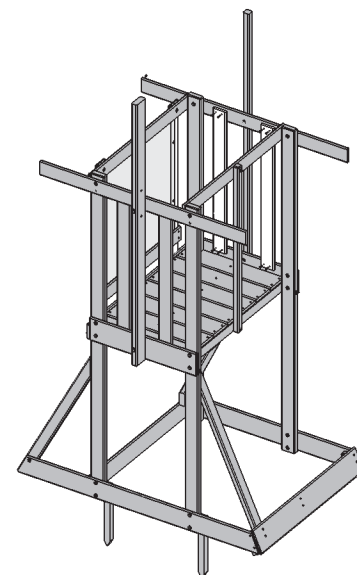

Abb. 17.3
**B:** Befestigen Sie an der gegenüberliegenden Wand links und rechts des (2783) senkrechten Balkens für die Dachplane je ein (0304) Brüstungsbrett. Verwenden Sie hierfür je vier (S1) #8 x 1-1/8" (29 mm) Holzschrauben. Achten Sie darauf, dass ein Abstand von 1" (2,54 cm) zur (1774) Bodendiele mit Aussparung und ein Abstand von 3" bzw. 7,62 cm (maximal 3-1/4" bzw. 8,26 cm) zwischen jedem Brett vorhanden ist. (Abb. 17.3 und 17.4)